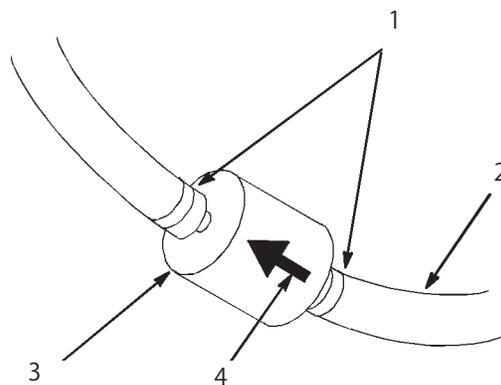

図42
5. 古いフィルタのクランプ (図42) をゆるめて脇に寄せる。
6. ホースからフィルタを抜き取る (図42)。